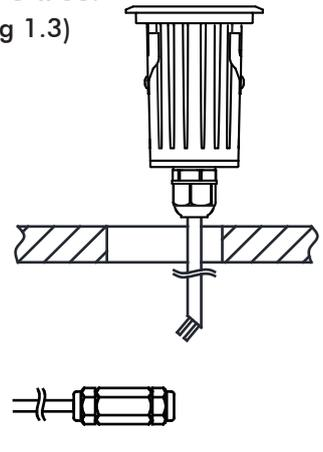

Fig 1.3
- 1.3 Collegare il cavo di montaggio dell'illuminazione alla scatola di giunzione. (Fig 1.3)